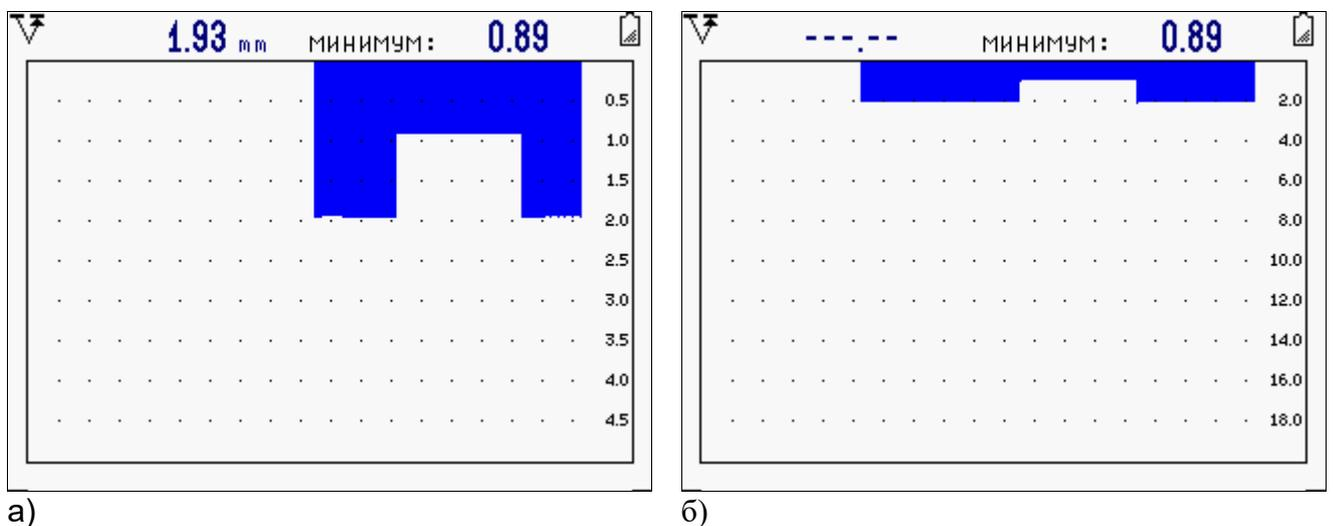

Рис.7.7 Вид экрана при сканировании одинакового изделия с различной глубиной развертки Б- скана
**Шаг 1.** Выберите пункт «Б- СКАН» в меню «ЭКРАН» и, нажимая клавишами **- +**, укажите максимальную развертку при Б- сканировании (см. рис. 7.7)